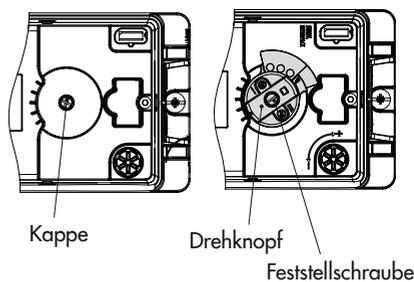
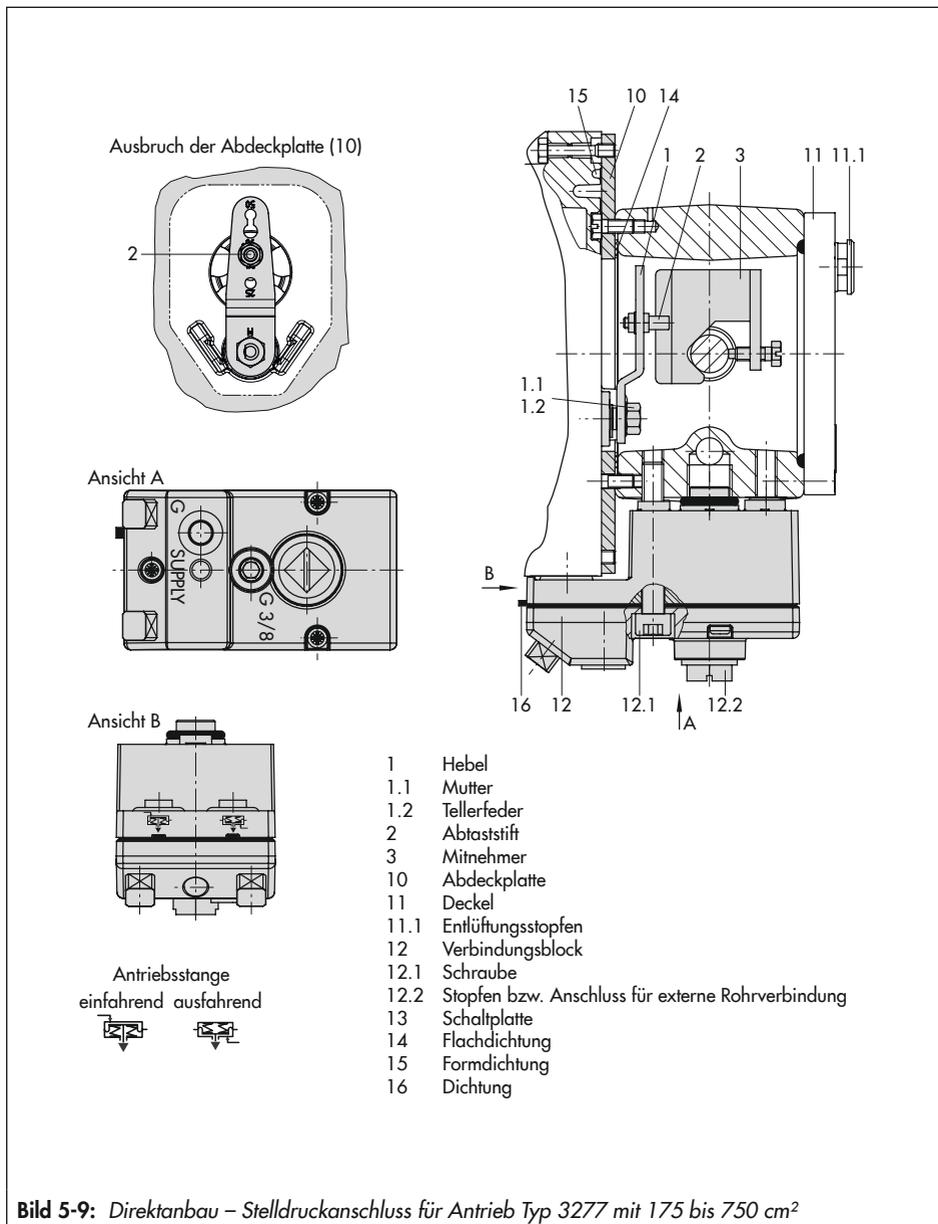

Bild 5-5: Wellenarretierung
Bild 5-9: Direktanbau – Stelldruckanschluss für Antrieb Typ 3277 mit 175 bis 750 cm²
Stellungsreglerwelle über den Kreuzschlitz auf der Kappe fixieren (vgl. Bild 5-5 links).
- ➔ Drehknopf nicht über die Feststellschraube verdrehen, sondern nur von Hand betätigen (vgl. Bild 5-5 rechts).
5. Stiftposition des Abtaststifts (2) am Hebel M (1) kontrollieren. Anbausituation den Hubtabellen entnehmen und Stift ggf. umsetzen (vgl. Kap. 5.4).
6. Formdichtung (15) in die Nut des Stellungsreglergehäuses und Dichtring (10.1) auf der Gehäuserückseite einlegen.
7. Stellungsregler an der Abdeckplatte (10) so aufsetzen, dass der Abtaststift (2) auf der Oberseite des Mitnehmers (3) zu liegen kommt. Hebel (1) entsprechend verstellen und bei geöffnetem Deckel an der Arretierung der Welle (vgl. Bild 5-5) festhalten. Der Hebel (1) muss mit Federkraft auf dem Mitnehmer aufliegen. Den Stellungsregler mit seinen beiden Befestigungsschrauben an der Abdeckplatte (10) festschrauben.
8. Deckel (11) auf der Gegenseite montieren. Darauf achten, dass im eingebauten Zustand des Stellventils der Entlüftungstopfen nach unten zeigt, damit evtl. angesammeltes Kondenswasser abfließen kann.
- Antriebe mit 175 bis 750 cm² (Bild 5-9)
2. Mitnehmer (3) an die Antriebsstange setzen, ausrichten und so festschrauben, dass die Befestigungsschraube in der Nut der Antriebsstange sitzt.
3. Abdeckplatte (10) mit schmaler Seite des Ausbruchs (Bild 5-9 links) in Richtung zum Stelldruckanschluss befestigen, die aufgeklebte Flachdichtung (14) muss zum Antriebsjoch zeigen.
4. Stiftposition des Abtaststifts (2) am Hebel M (1) kontrollieren. Anbausituation den Hubtabellen entnehmen und Stift ggf. umsetzen (vgl. Kap. 5.4).
5. Formdichtung (15) in die Nut des Stellungsreglergehäuses einlegen.
6. Stellungsregler an der Abdeckplatte so aufsetzen, dass der Abtaststift (2) auf der Oberseite des Mitnehmers (3) zu liegen kommt. Hebel (1) entsprechend verstellen und bei geöffnetem Deckel an der Arretierung der Welle (vgl. Bild 5-5) festhalten. Der Hebel (1) muss mit Federkraft auf dem Mitnehmer aufliegen.